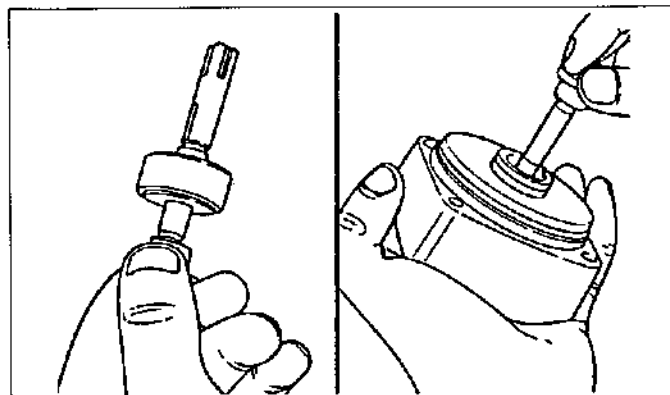

Figura.13-1 Comprobación del émbolo distribuidor (1)
(1) Extraiga el émbolo distribuidor de la cabeza de distribución y el anillo de rebose. Inspeccione visualmente el émbolo distribuidor para ver si hay desgaste, descolorido anormal, o cualquier otro daño.
(2) Compruebe el grado de movimiento libre en la carrera del émbolo distribuidor.
a. Lubrique la cabeza de distribución, anillo de rebose, y émbolo distribuidor con aceite de prueba. (Vea la figura.13-1)